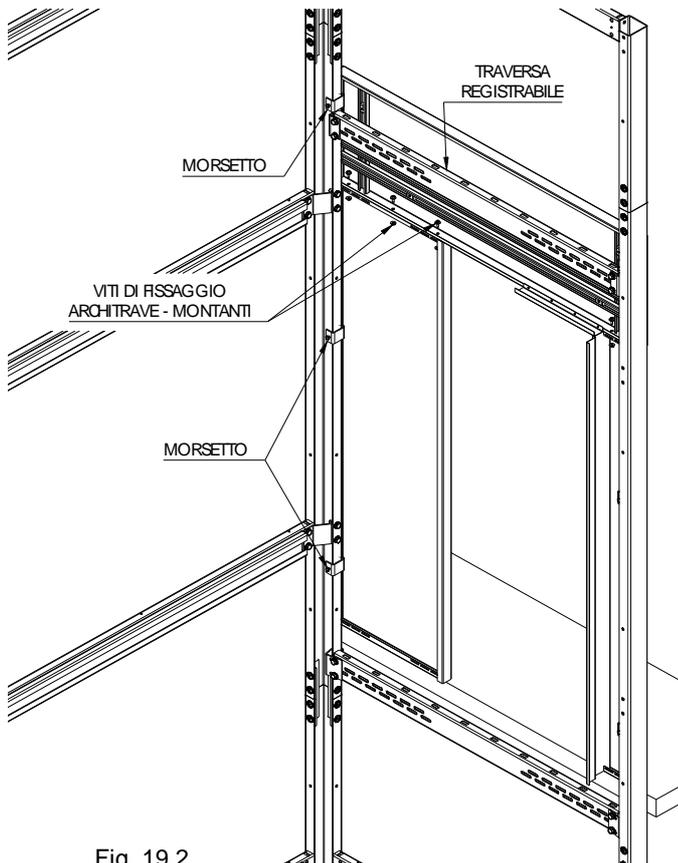

Fig. 19.2
- ✓ Dovranno essere montati 3 morsetti per ogni lato dell'inquadramento, indicativamente posti come mostrato in Fig. 19.2 e comunque in grado di fornire un fissaggio inferiore, un fissaggio intermedio ed un fissaggio superiore.
- ✓ Per il fissaggio dei particolari dell'inquadratura fare riferimento alle Fig. 19.2 - 19.3 - 19.4 e 19.5 del capitolo "INQUADRAMENTO PER PORTE SENZA TELAIO"